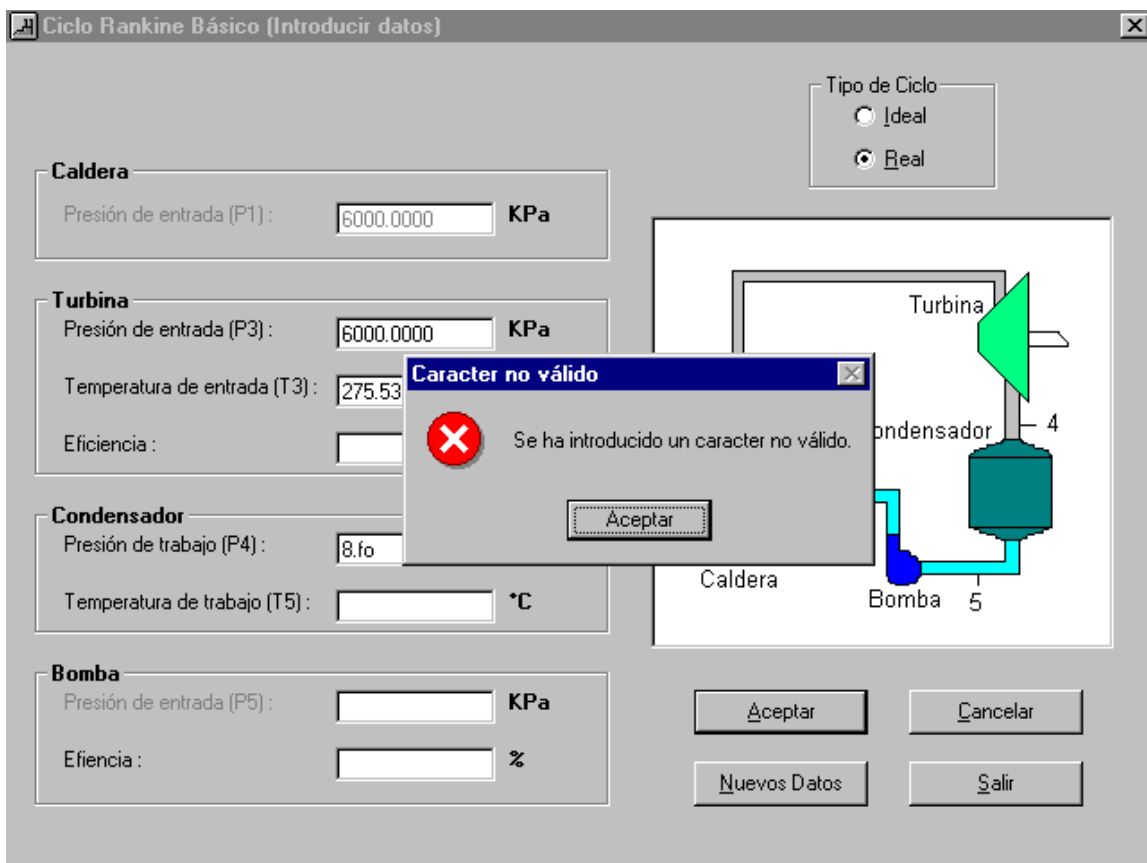

Figura 8. Introducción de datos, advertencia carácter no valido.
**Nota:** A la hora de introducir los datos el programa solo reconoce datos numéricos. Si se introduce un carácter no válido como por ejemplo **a, b, c, #, \$, &**, etc. , o un número mal escrito (0... 8), a la hora de abandonar la casilla aparecerá un mensaje alertando el error (Ver Figura 8).